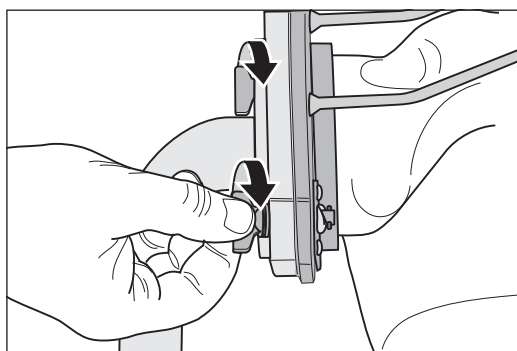

Fig. 4 Sujetar la bolsa colectora de polvo con los cierres rápidos.
- 6 Sujete la bolsa colectora de polvo con los dos cierres rápidos con la brida receptora (Fig. 4).